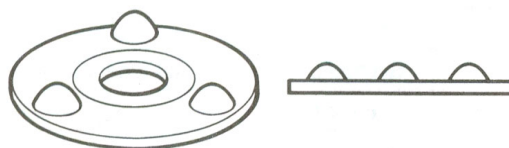

Fig. 2
**Nota 1:** Las placas espaciadoras previas estaban colocadas de forma unidireccional (vea la Fig. 2) y se debían acomodar con las puntas altas boca arriba. Esto no aplica para modelos posteriores.
- 7 Ensamble los componentes según se muestra en la Fig. 2 y Fig. 3